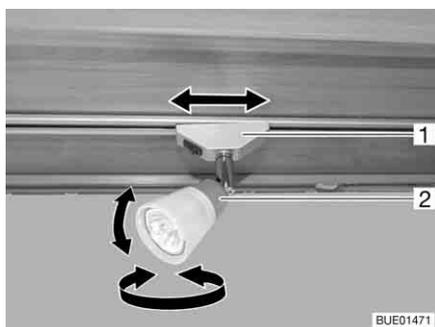

Fig. 24 Faretto
- Afferrare l'involucro (Fig. 24,2) e girarlo.
Posizionamento: ■ Afferrare il supporto (Fig. 24,1) e ruotarlo di circa 45°.
Smontaggio: ■ Afferrare il supporto (Fig. 24,1) e ruotarlo di 90°.